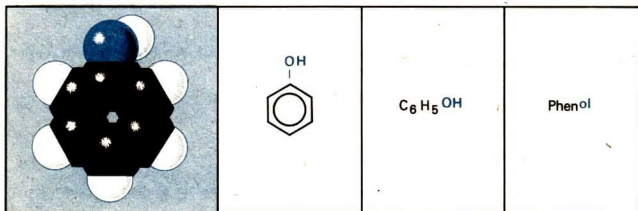

Abb. 18 Modell und Strukturformeln vom Phenolmolekül
Phenol reagiert mit Hydroxidlösung wie eine Säure. Die Substitution des Wasserstoffatoms der Hydroxylgruppe durch Natrium ist bei Phenol leichter möglich als bei Alkanolen. Der Unterschied ist durch die Struktur der Moleküle bedingt. Die Hydroxylgruppe im Phenolmolekül ist an den Benzenring gebunden (Abb. 18). ⑪ ⑫